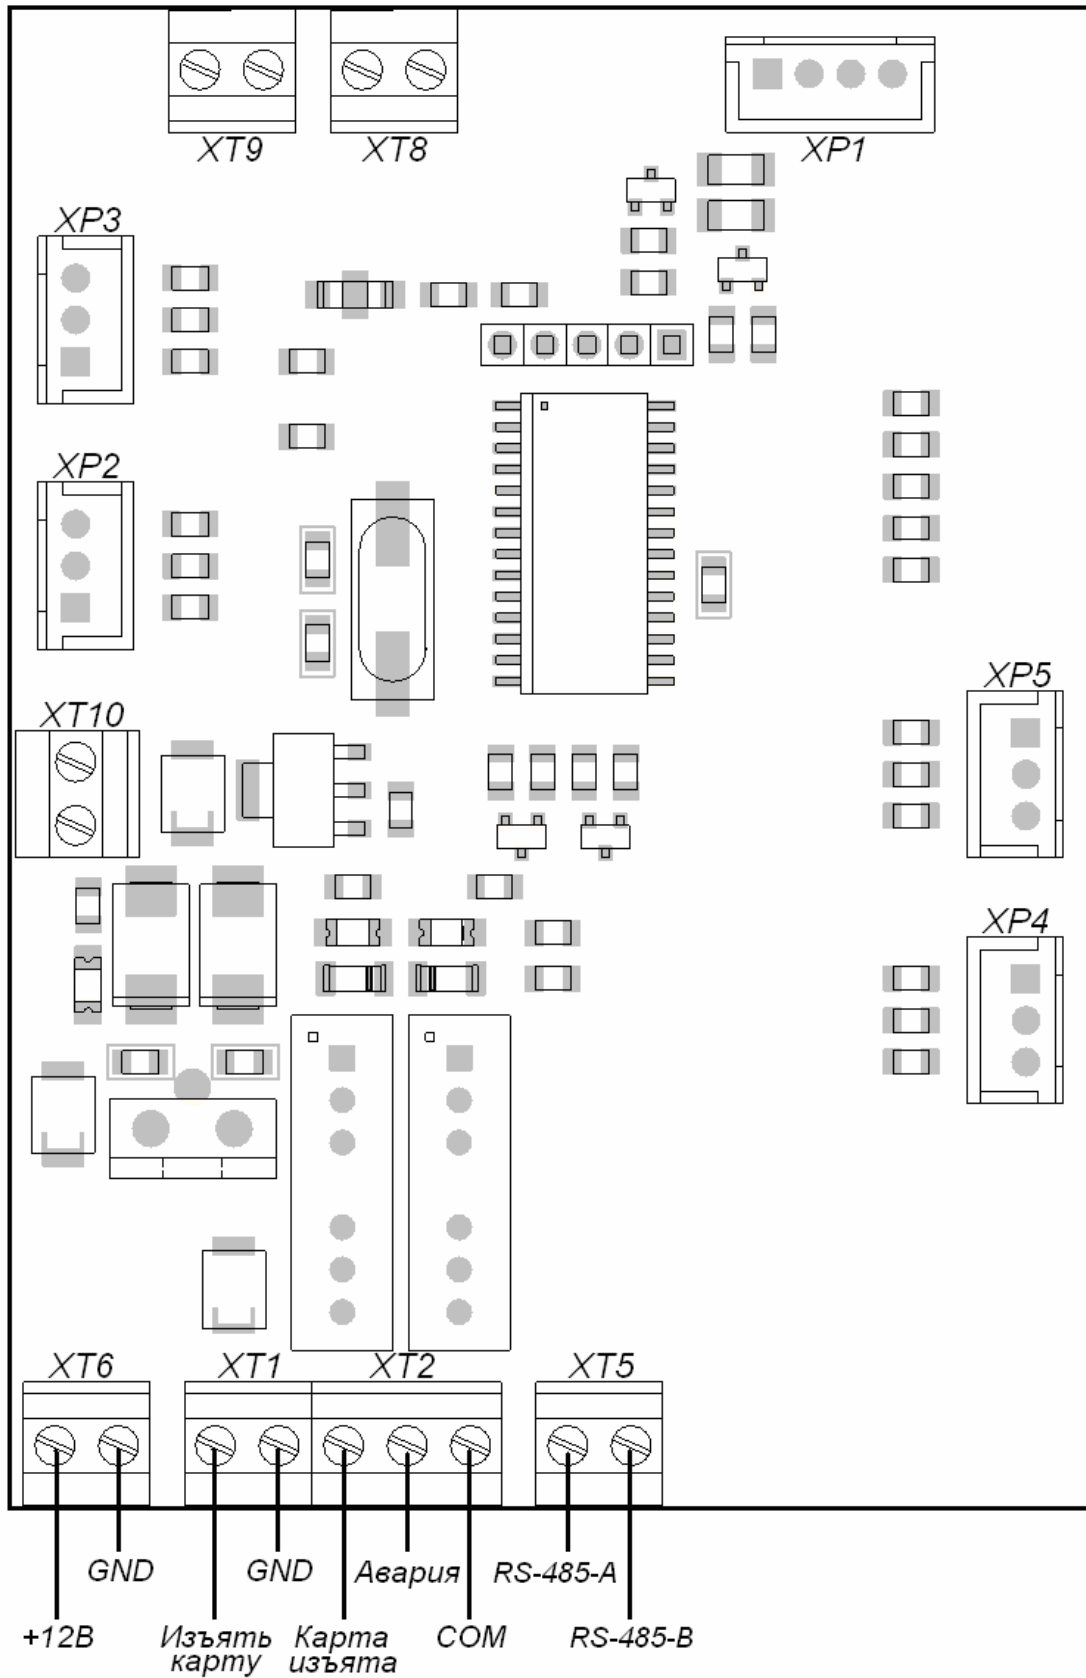

Рисунок 4 Плата управления картоприемником
5.4.1 Линии интерфейса RS-485 встроенного считывателя, выведены на контакты 1 (А RS-485) и 2 (В RS-485) клеммной колодки ХТ5 платы управления картоприемником (см. рисунок 4).